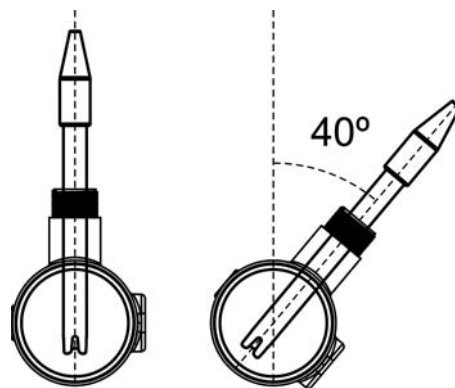

Fig. 13
4. **Instalar sempre os sensores de pH/ORP preferivelmente na posição vertical ou com uma inclinação máxima de 40° (Fig. 13).**